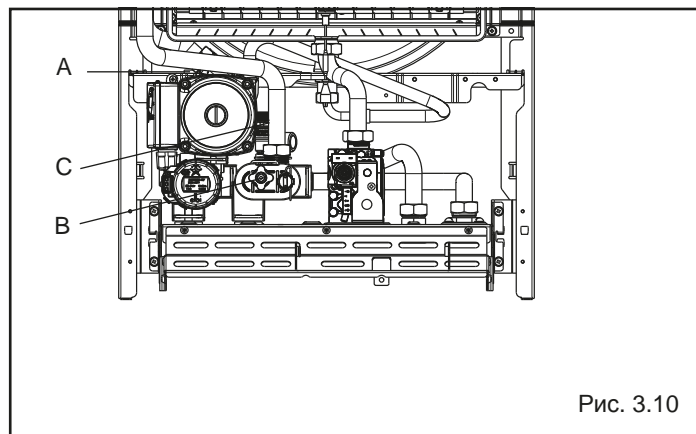

Рис. 3.10
- ослабьте клапан слива воды из котла (B) (рис. 3.10)